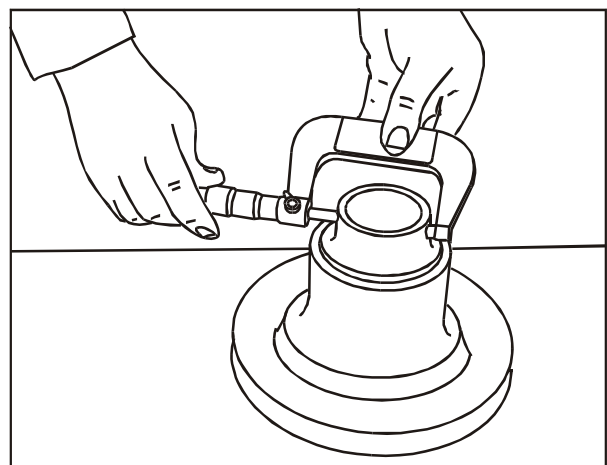

FIG 11
14. Verifique com o micrômetro, o diâmetro do cubo da polia, na superfície de contato com o vedador, 60,33 a 60,45 mm **Fig. 11.**